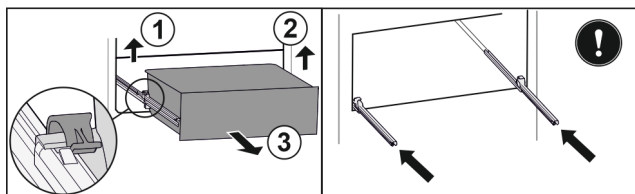

Fig. 64
- ▶ Soulever la bride gauche et tirer dans le même temps la partie gauche du tiroir vers l'avant. Fig. 64 (1)
- ▶ Soulever la bride droite et tirer dans le même temps la partie droite du tiroir vers l'avant. Fig. 64 (2)
- ▶ Retirer le tiroir par l'avant. Fig. 64 (3)